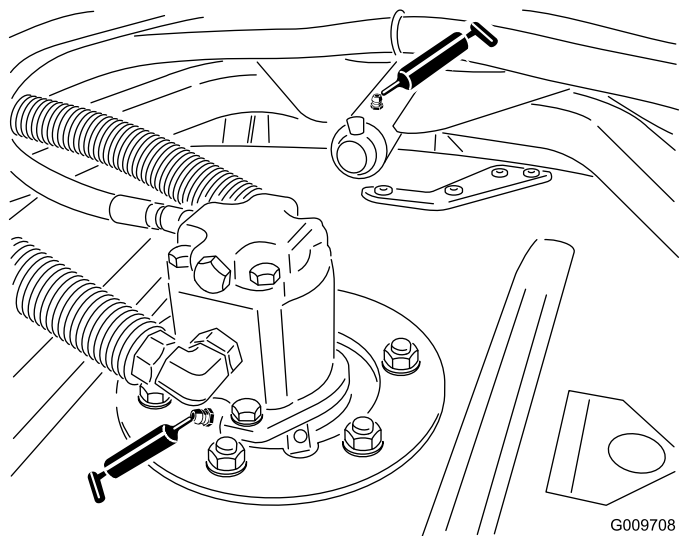

図 50
- カッティングユニットのスピンドルシャフトのベアリングユニット2台に1ヶ所 図 50。
- カッティングユニットのキャリアアームのブッシュユニット1台に1ヶ所 図 50。